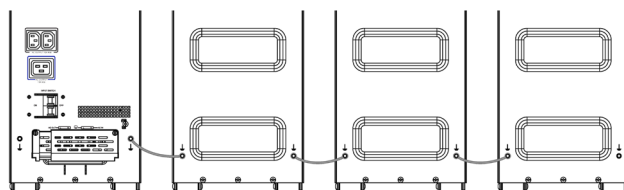

Fig. 42. Unión de varios EBM con enlaces de tierra adicionales.
2. Para añadir más de 2 EBM son necesarios cables de tierra adicionales (sección de 10 mm2) (Fig. 42).